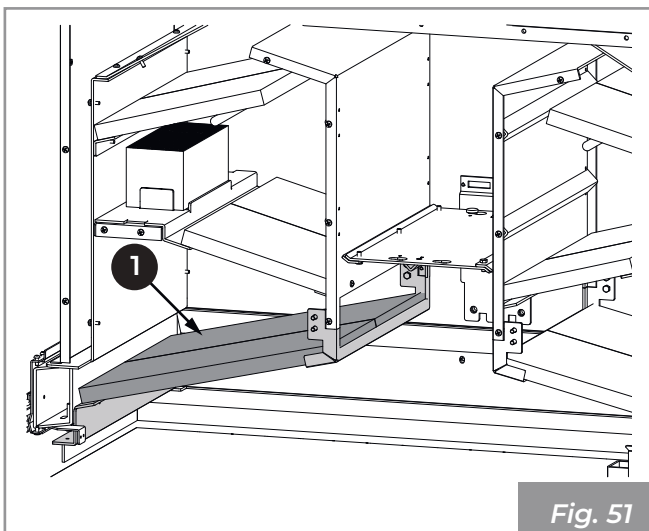

Fig. 51
4) Faire glisser et extraire les panneaux (1) (Fig. 51).